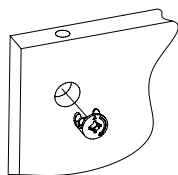

Рис.3
3. Вставить головки минификсов в соответствующие плоскостные отверстия боковины 2, 3 и царги 5 (Рис. 3).